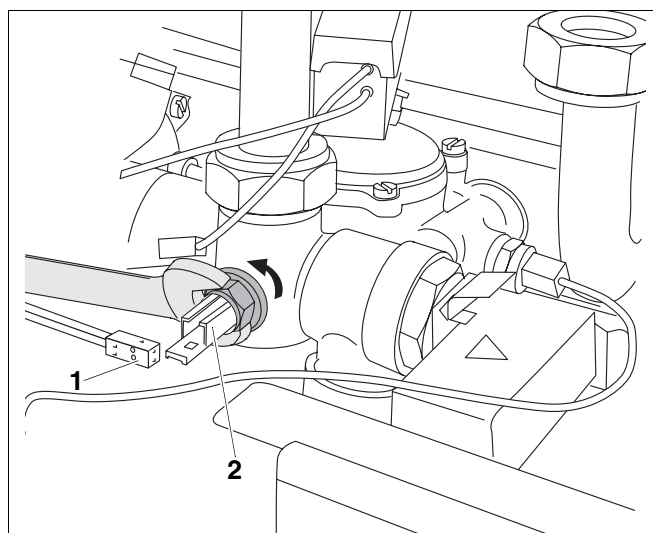

Fig. 21 Remplacer la sonde pour eau de chauffage
- Débrancher le raccordement à fiche (fig. 21, pos. 1).
- Dévisser la sonde pour eau de chauffage (fig. 21, pos. 2) et la remplacer par une nouvelle (utiliser un nouveau joint).